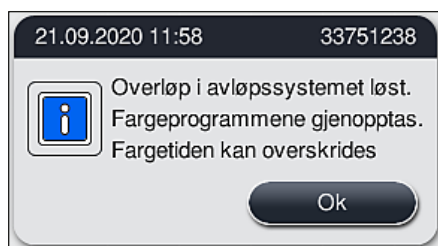

Fig. 121
- ✓ Hvis det blokkerte vannet forsvinner, vises en ny melding på skjermen (→ "Fig. 121") og brukeren kan fortsette fargeprogrammene. Trykk på **OK** (→ "Fig. 121") for å fortsette.
1. Hvis videre rengjøringsforsøk lykkes og blokkeringen kan fjernes, synker vannivået under det kritiske nivået. En melding på skjermen (→ "Fig. 121") viser brukeren at fargeprogrammene kan fortsettes. Trykk på **OK** (→ "Fig. 121") for å fortsette. Programmenes start-status vises, og programmene i prosessen fortsetter automatisk.